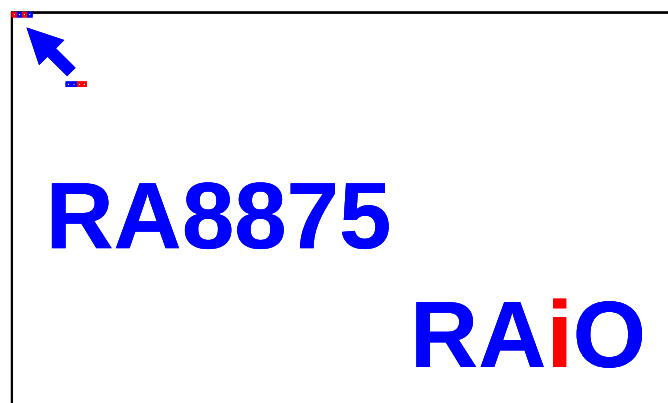

图 7-11 : 图形光标的显示
5. 写入GCHP0(REG[80h])、GCHP1(REG[81h])、GCVPO(REG[82h])、GCVPO1(REG[83h]) 来改变图形光标位置，请参考图 7-11 的显示范例。